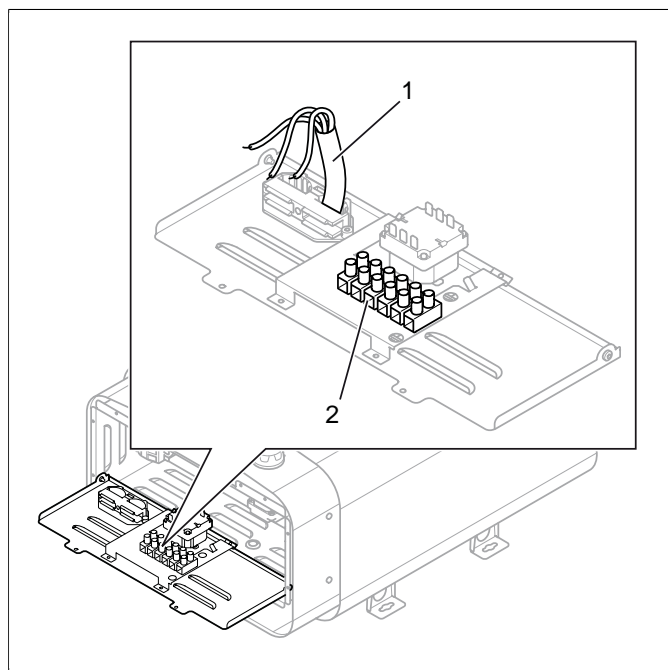

Fig 6: Kretskortet
Anslut elkabeln (1) i plint (2) (se **Fig 6**, sidan 4) enligt kopplingsschema (se Avsnittet **Anslutning/kopplingschema**, sidan 6).